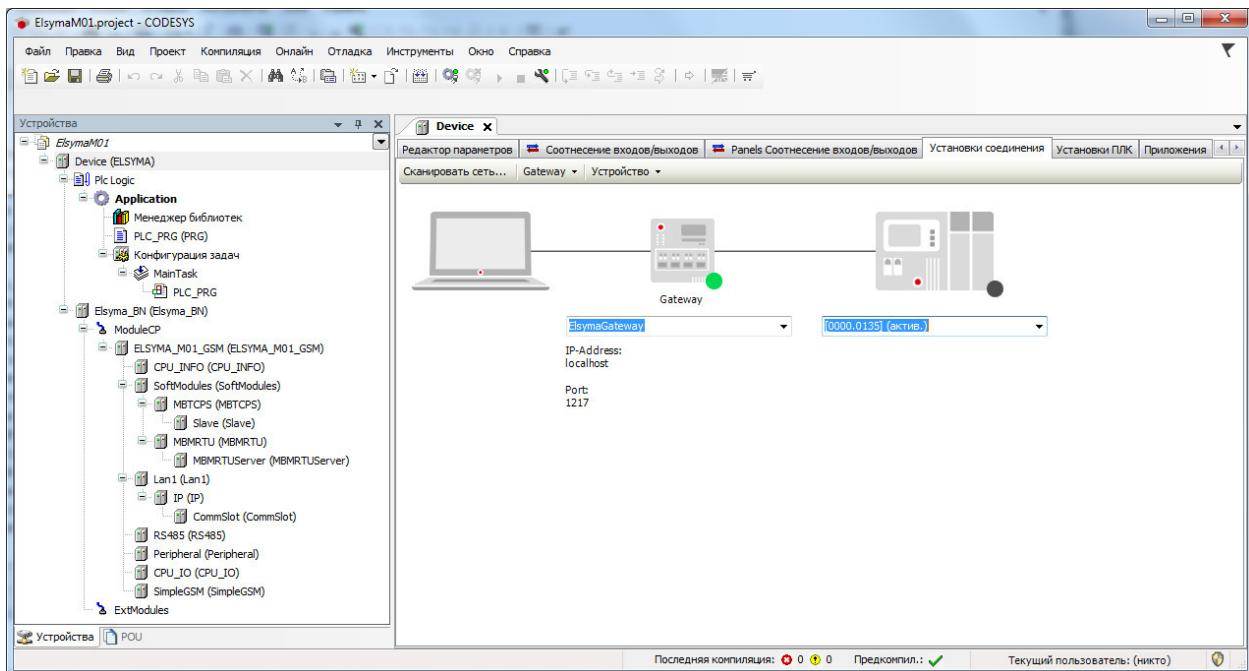

Рисунок 2.28 – Система разработки CoDeSys. Добавление шлюза связи
2 Выбрать закладку *Установки соединения* (рисунок 2.28) и выбрать в меню *Gateway* команду *Add new gateway...*
- 2 В появившемся окне "**Выбор устройства**" (рисунок 2.32) в списке устройств шлюза выделить контроллер с нужным идентификатором (ID приведен в квадратных скобках), при этом выбранный контроллер приобретает статус "**актив.**" (см. рисунок 2.28). Подключенный через **USB** контроллер будет иметь идентификатор, равный **0029.B000.0A18**. Пример выбора контроллера, подключенного через USB соединение, приведен на рисунке 2.33.